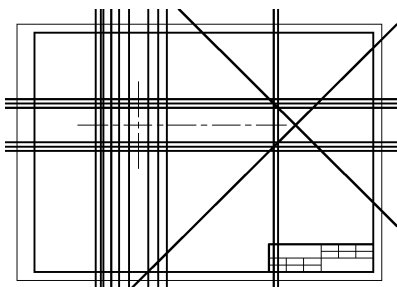

图 11-6 “角度”构造线示例
3) 绘制角度构造线。选择“绘图”面板→“构造线”命令，输入 A，分别输入“45”和“-45”角度值，利用捕捉“交点”功能，绘制角度构造线，结果如图 11-6 所示。